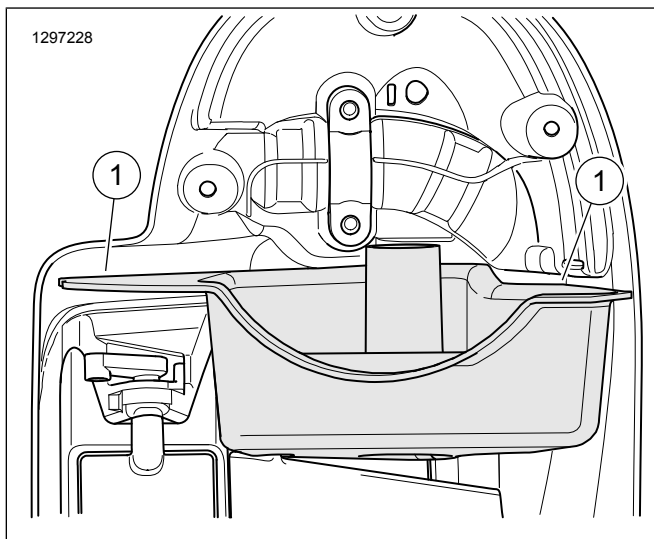

Figure 5. Surface de contact de joint du carénage inférieur
5. Voir Figure 5 . Préparer l'enceinte de haut-parleur et le plateau inférieur pour la pose du joint d'étanchéité. Nettoyer à l'aide d'un mélange de 50 à 70 % d'alcool isopropylique et de 50 à 30 % d'eau distillée.